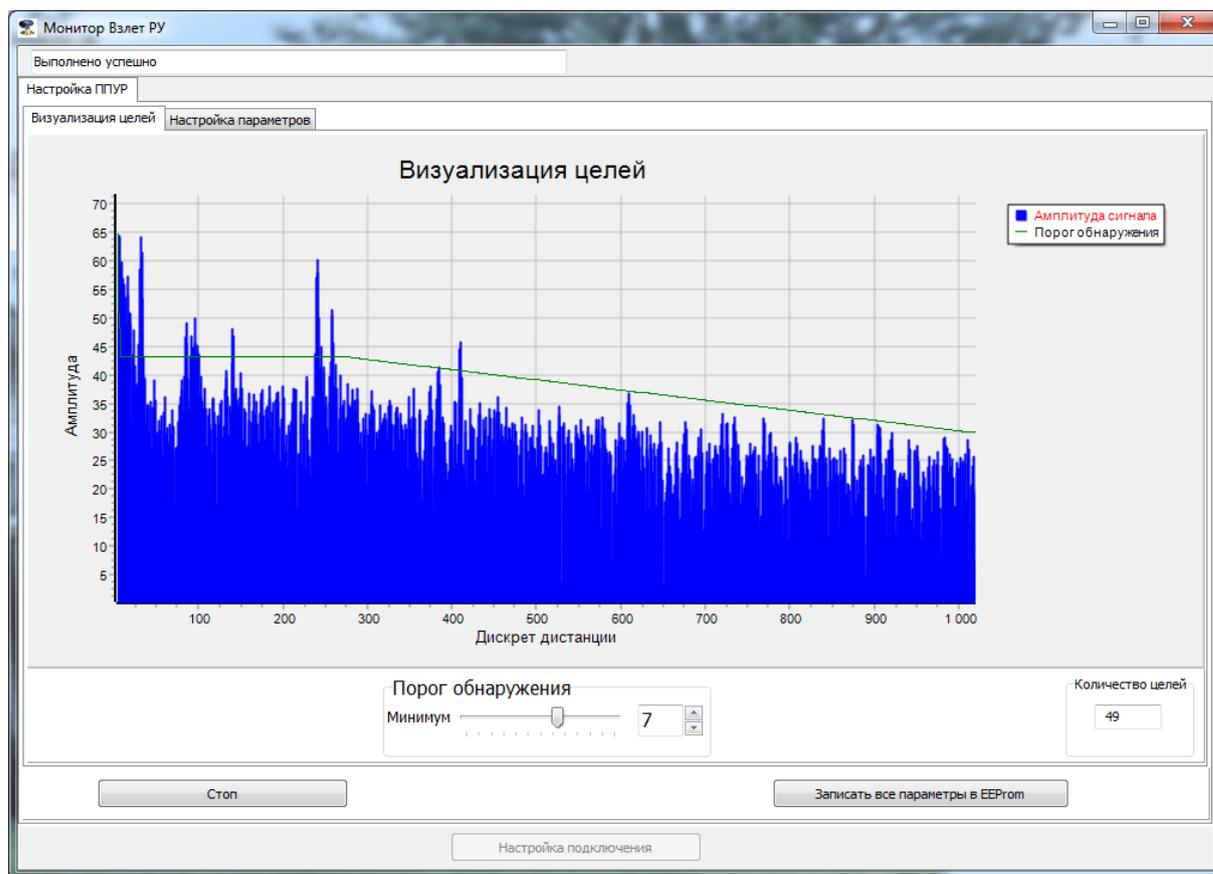

Рисунок 30 – Паразитные сигналы в шумовой дорожке
7.7.8 При наличии в шумовой дорожке паразитных сигналов (см. рисунок 30), могущих возникать при наличии на пути радарного луча имеющих в емкости конструкций – арматуры, лопастей мешалок и т.д., необходимо провести отстройку принимаемого сигнала на максимальный, изменяя порог обнаружения (п.7.7.3) или рабочий диапазон прибора (п.7.7.7).